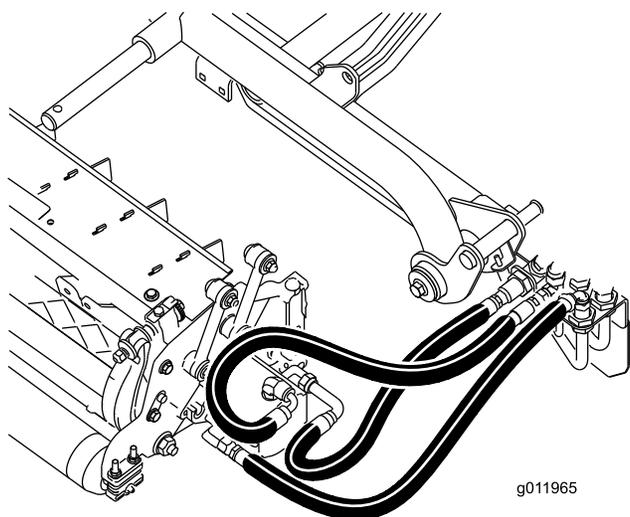

Рисунок 21
**Внимание:** Убедитесь в том, что шланги не перекручены и не имеют резких изгибов, а также в том, что шланги заднего режущего блока проложены, как показано на (Рисунок 21). Поднимите режущие блоки и сместите их влево (модель 03170). Шланги заднего режущего блока не должны соприкасаться с кронштейном тягового троса. При необходимости измените положение фитингов и/или шлангов.